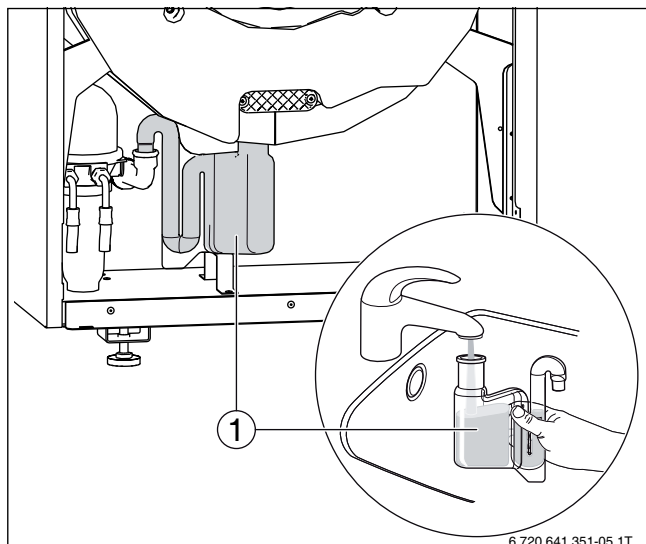

Bild 12 Siphon mit Wasser befüllen
- ▶ Siphon (→ Bild 12 [1]) nach oben aus dem Kondensatablaufrohr ziehen.